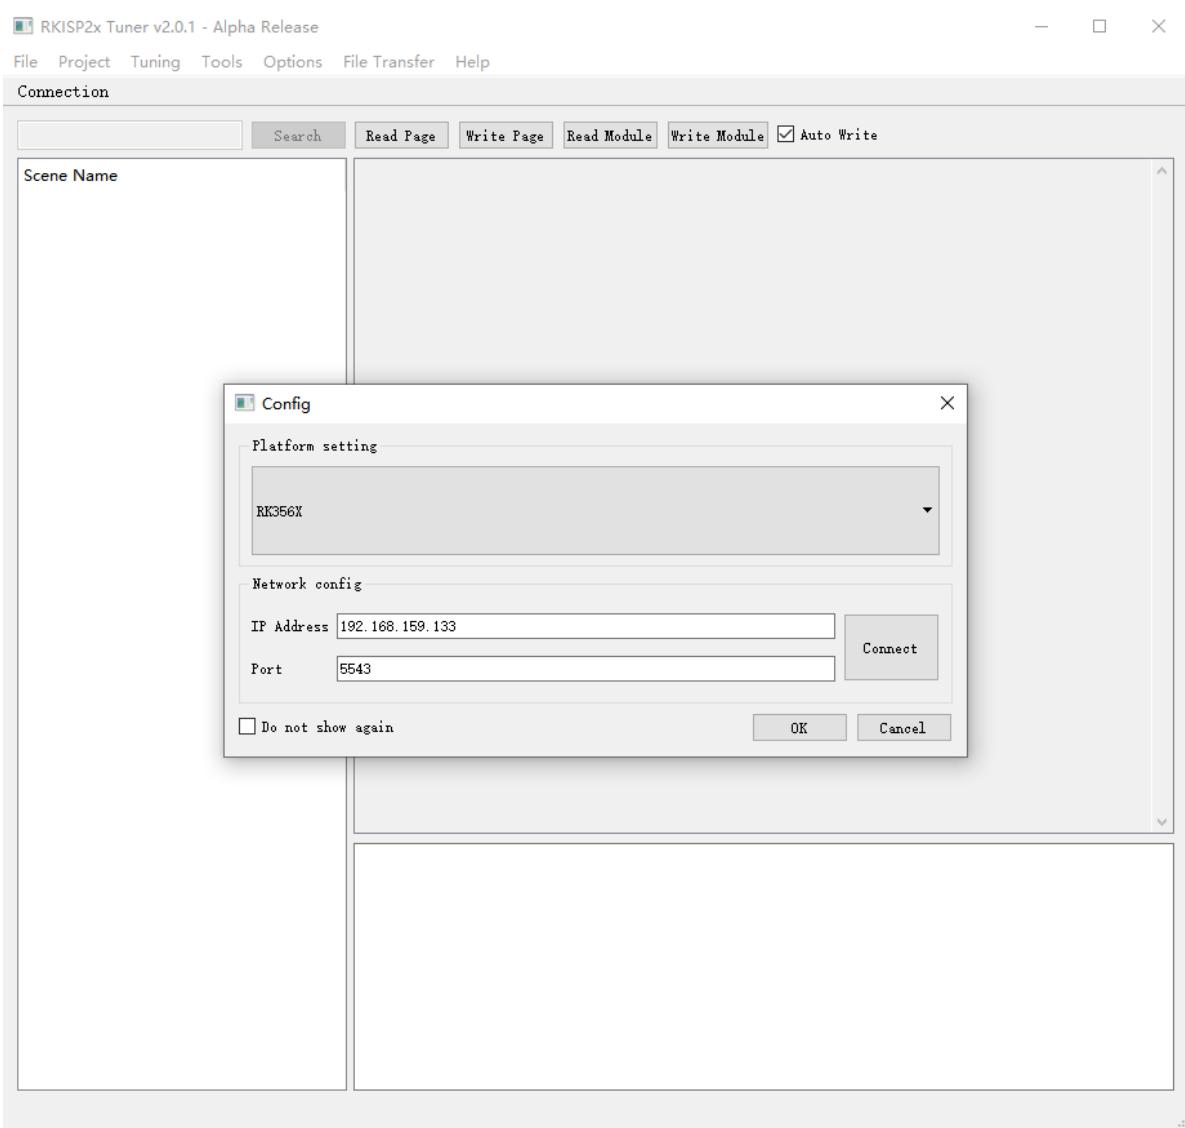

图3-2-1
1. 打开RKISP2.x Tuner，将会显示初始配置界面，如图3-2-1所示：